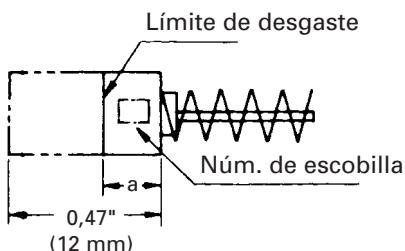

Fig. 18
## 4. Inspeccionar los escobillas de carbón (Fig. 18)
**NOTA:** Utilice las escobillas HITACHI N.º indicadas en la Fig. 18.